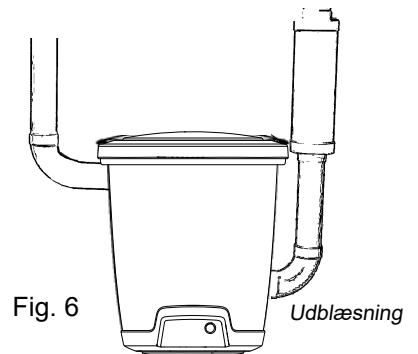

Fig. 6
5. Sæt udstansningsproppen på det udtag, som støvsugerrørets sokkel før sad i. Brug de fire skruer til at holde den på plads. Udblæsningsrøret skal sættes godt fast til væggen for at sikre, at den ikke løsriver sig fra soklen. Husk, at du skal kunne dreje det bøjede rør i forskellige retninger for at sikre en passende røranlægsplan. Forbind derefter udblæsningsrøret og lyddæmperen, Fig. 6. Monter centralstøvsugeren, så udblæsningsrøret bliver så kort som muligt, maks. 5 meter. Tag omgivelserne med i betragtning, når du placerer udblæsningen. Derfor bør der altid monteres en lyddæmper.